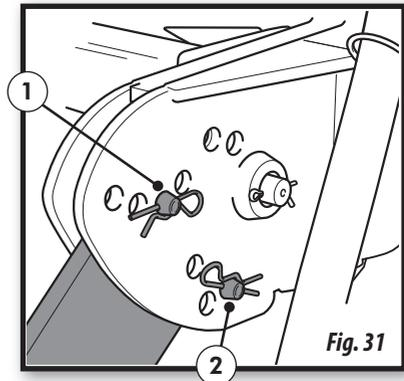

Fig. 31
a. Mediante el bulón superior (nº 1, fig. 31) controlaremos la profundidad del equipo de siembra y consecuentemente mayor o menor presión sobre el suelo.
b. Con el bulón inferior (nº 2, fig. 31) controlaremos la penetración del rodillo en el suelo y además podremos fijarlo para el transporte.